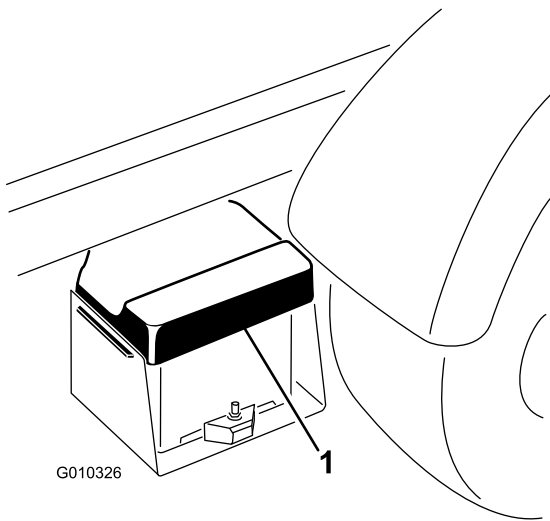

Figura 5
- Apriete la tapa de la batería para liberar las pestañas de la base de la batería (Figura 5).
2. Retire la tapa de la batería de la base (Figura 5).
6. Alinee la tapa de la batería con la base de la batería (Figura 5).
7. Apriete la tapa de la batería, alinee las pestañas con la base de la batería, y suelte la tapa de la batería (Figura 5).